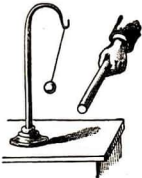

Abb. 293
**Vorübung:** Reibe einen Hartgummistab mit Wolle und nähere ihn der Kugel an einem Pendel! (Abb. 293.) [Ergebnis: Das Kügelchen wird rasch **angezogen** und nach der Berührung **abgestoßen**.] — Nähere ihn Papierschnitzeln, die auf dem Tisch liegen! [Sie beginnen zu tanzen.] — Nähere ihn einem dünnen Wasserstrahl! (Abb. 295.) [Er wird abgelenkt.] Ergebnis: